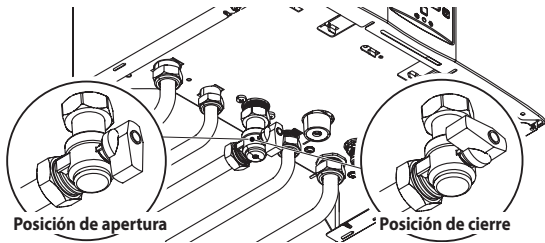

Figura 3.2
- Las llaves de la caldera y las incluidas durante la instalación deben estar abiertas (Figura 3.2).
• Cierre las llaves de la caldera (Figura 3.2);